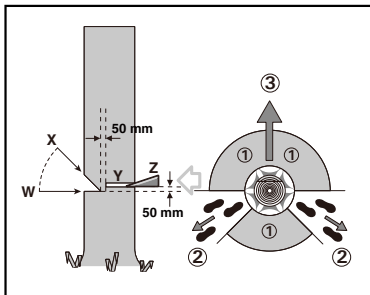

Fig. 1
De bediener van de kettingzaag moet aan de heuvelopwaartse kant van het terrein blijven, omdat de boom na het vellen waarschijnlijk naar beneden zal rollen of glijden. Er moet een vluchtweg worden gepland en indien nodig worden vrijgemaakt voordat met het zagen wordt begonnen. De vluchtweg moet zich naar achteren en diagonaal achter de verwachte vallijn uitstrekken, zoals aangegeven in afbeelding 1.
Maak de inkeping 1/3 van de diameter van de boom, loodrecht op de valrichting, zoals aangegeven in afbeelding 1. Maak eerst de onderste zaagsnede van de valkerf (W). Op die manier wordt voorkomen dat de zaagketting of het zaagblad bij het maken van de tweede zaagsnede (X) klem komt te zitten.
Maak de valsneede (Y) ten minste 50 mm hoger dan de horizontale zaagsnede van de valkerf (zie afbeelding 1). Houd de valsneede evenwijdig aan de horizontale zaagsnede van de valkerf. Maak de valsneede zodanig dat er genoeg hout overblijft om als scharnier (breuklijst) te dienen. De breuklijst voorkomt dat de boom verdraait en in de verkeerde richting valt. Zaag niet door de breuklijst.
Wanneer de boom begint te vallen, verwijder dan de kettingzaag uit de zaagsnede, stop de motor, leg de kettingzaag neer en gebruik dan de geplande vluchtweg (2). Wees waakzaam voor vallende takken en let op waar u loopt. (Zie Fig. 1)